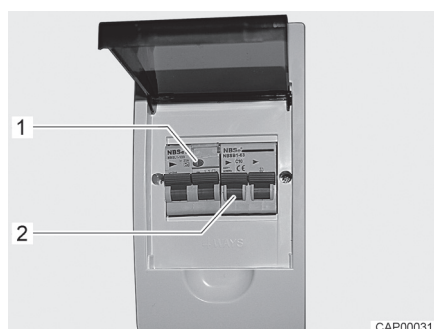

Fig. 56 Scatola dei fusibili a 230 V con interruttore di sicurezza e interruttore automatico FI
Un interruttore di sicurezza per correnti di guasto (interruttore automatico FI) nella scatola dei fusibili protegge l'intero veicolo da correnti di guasto (0,03 A). La rete di bordo a 230 V è protetta da un interruttore di sicurezza collegato in serie (10 A) (Fig. 56,2).
- Se il veicolo è collegato all'alimentazione a 230 V, premere il tasto di controllo (Fig. 56,1). L'interruttore di sicurezza per correnti di guasto deve scattare.